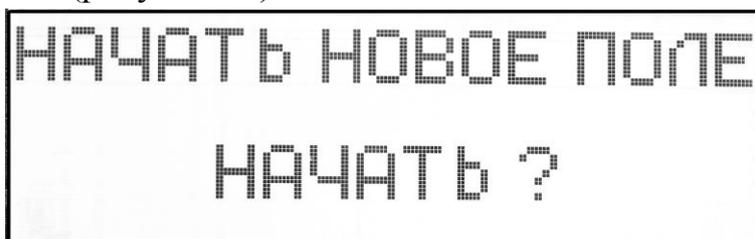

Рисунок 22
- начать новое поле (рисунок 22).
Нажатием кнопки  в окне «НАЧАТЬ НОВОЕ ПОЛЕ» (рисунок 22) можно сбросить наработку предыдущего поля. Окно «НАЧАТЬ НОВОЕ ПОЛЕ» (рисунок 22) сменится окном «НОВОЕ ПОЛЕ НАЧАТО» (рисунок 23).